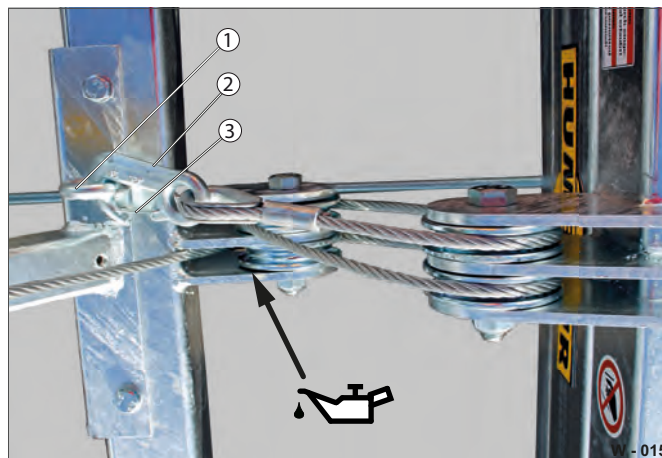

Fig. 15 Kontrol af wirens føring/sikring
- ▶ Kontrollér, at øjet (Fig. 15 /1) sidder ordentligt fast.
- ▶ Kontrollér krogen (Fig. 15 /2) for beskadigelser/deformation - krogen skal være sikret med en fjederbøjle (Fig. 15 /3).
- ▶ Frigør krogen (Fig. 15 /2) fra øjet (Fig. 15 /1).
- ▶ Fastgør krogen i øjet (se Fig. 15).